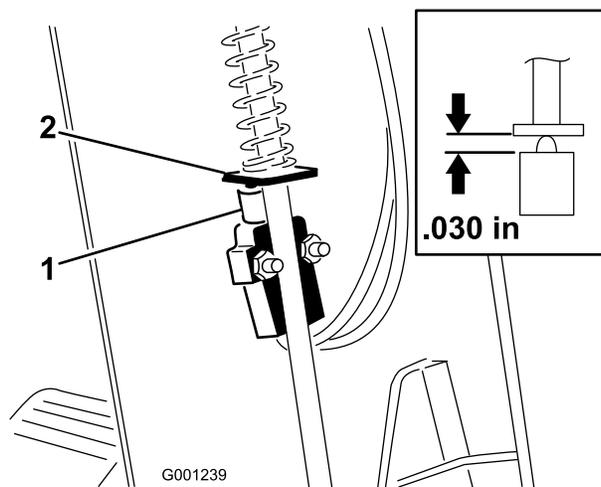

Figura 73
- Fate scorrere il copripiantone verso l'alto, lungo l'albero dello sterzo, per esporre l'interruttore del freno di stazionamento (Figura 73).
- Allineate la paletta dell'asta del freno di stazionamento con il pistone dell'interruttore (Figura 73)
- Premete in basso l'asta del freno di stazionamento e spingete verso l'alto l'interruttore fino a quando la lunghezza compressa del pulsante dell'interruttore non è pari a 0,7 mm; fate riferimento a Figura 73.